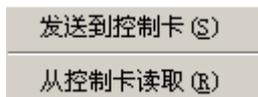

图 3-8
6、**上传下载菜单**：如图 3-8 包含发送到控制卡、从控制卡读取。